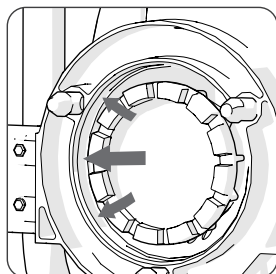

Fig 10 (arrows show inner wall of annular ring)
- Gardez la bague annulaire scrupuleusement propre et exempte de débris. **(Fig. 10)**